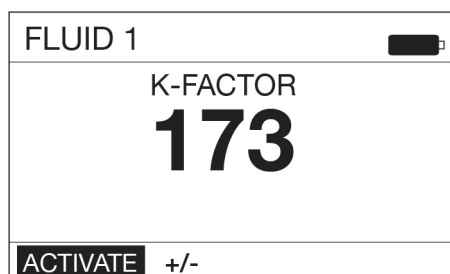

图 59
2. 如果流量计识别了校准凭据，则在图 59 显示屏上显示配置屏幕。
3. 显示图 59 中所示的校准 k 系数屏幕。显示屏上显示的数字是流量计当前使用的 k 系数。完成校准程序之后，该数字可能与显示屏上当前显示的数字相同或不同。